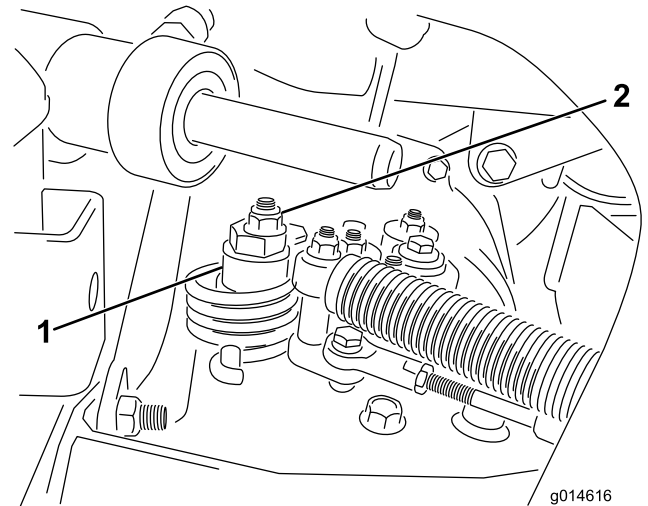

Figura 49
- A. Liberte a porca que fixa o disco excêntrico ao cima do hidróstato (Figura 49).
- C. Rode o disco excêntrico até eliminar a deslocação em qualquer um dos sentidos. Quando a roda deixar de rodar, aperte a porca, bloqueando deste modo o disco excêntrico e fixando a posição de ajuste (Figura 49). Verifique se o ajuste é o